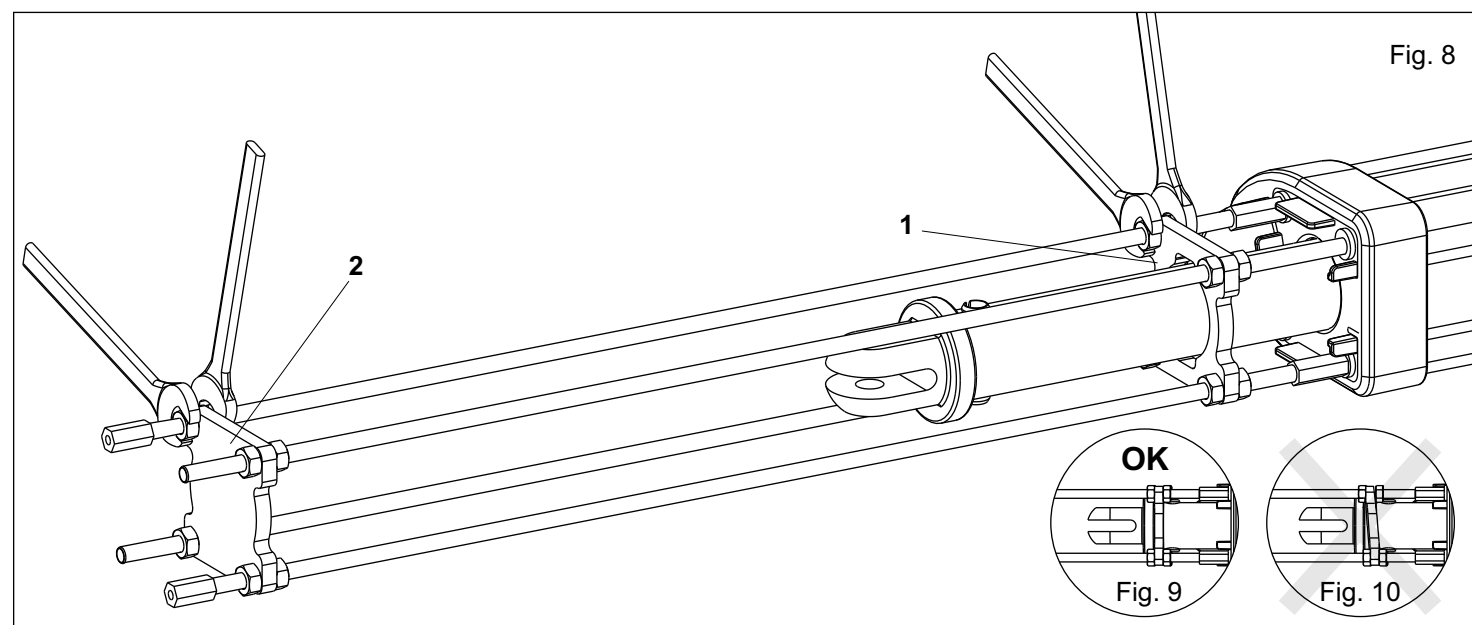

Fig. 8
8. Regolare la battuta meccanica secondo le proprie necessità, usando i dati adatti (Fig. 8).